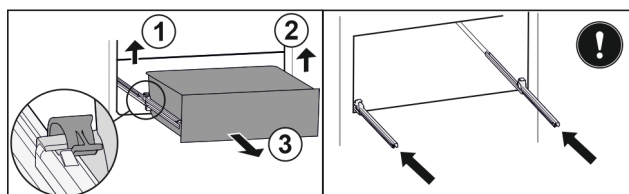

Fig. 118
- Løft venstre klemme og trekk samtidig skuffen fremover til venstre. Fig. 118 (1)
- Løft høyre klemme og trekk samtidig skuffen fremover til høyre. Fig. 118 (2)
- Ta ut skuffen framover. Fig. 118 (3)